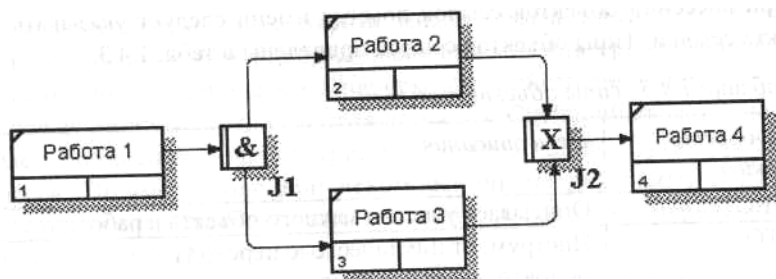

Рис. 10. Неверное размещение перекрестков. Перекресток для слияния типа исключающего "ИЛИ" не может следовать за перекрестком для разветвления типа "И"
4. Перекресток для слияния типа исключающего "ИЛИ" не может следовать за перекрестком для разветвления типа "И" (рис. 10). Здесь после завершения работы 1 запускаются обе работы - 2 и 3, а для запуска работы 4 требуется, чтобы завершилась одна и только одна работа -или 2, или 3.